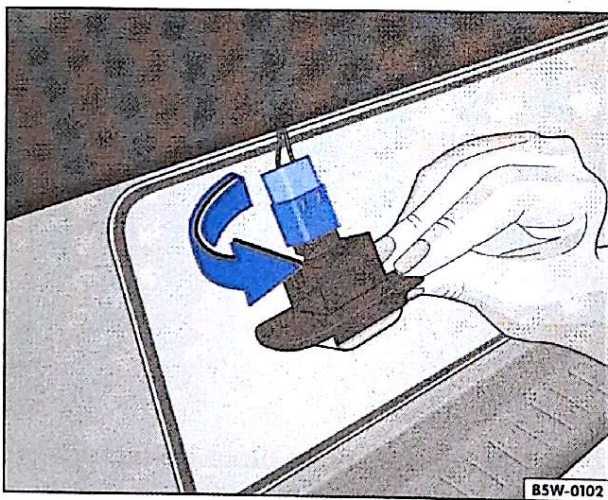

Fig. 142 Lâmpada da lanterna da placa de licença
- Retire o soquete girando-o no sentido anti-horário ⇒ fig. 142 -seta-.